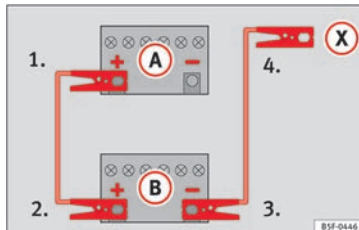

Bild 70 Skiss över anslutning i fordon utan start-/stoppsystem.
2. Anslut ena änden av den röda startkabeln till pluspolen (+) på bilen med det urladdade batteriet (A) » » bild 70.
3. Anslut andra änden av den röda startkabeln till pluspolen (+) i bilen med hjälpbatteriet (B).
4. *Fordon utan start-/stoppsystem:* Anslut ena änden av den svarta startkabeln till minuspolen (-) i bilen som ger ström (B) » » bild 70.